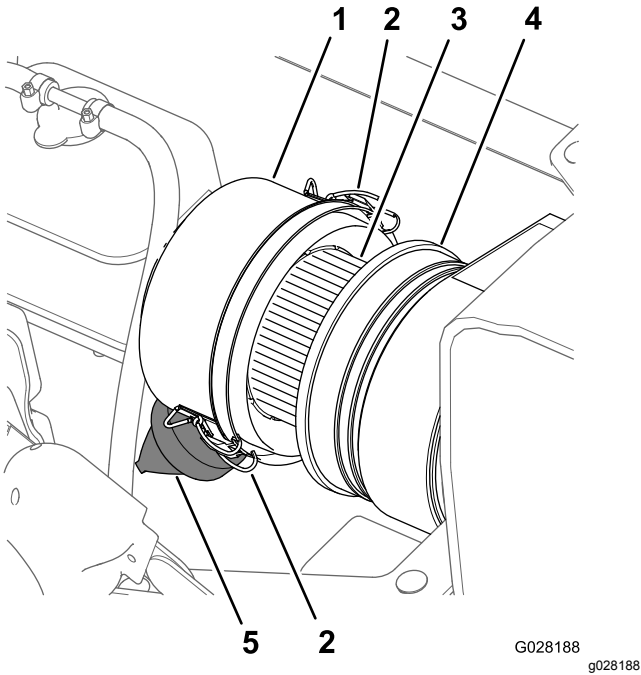
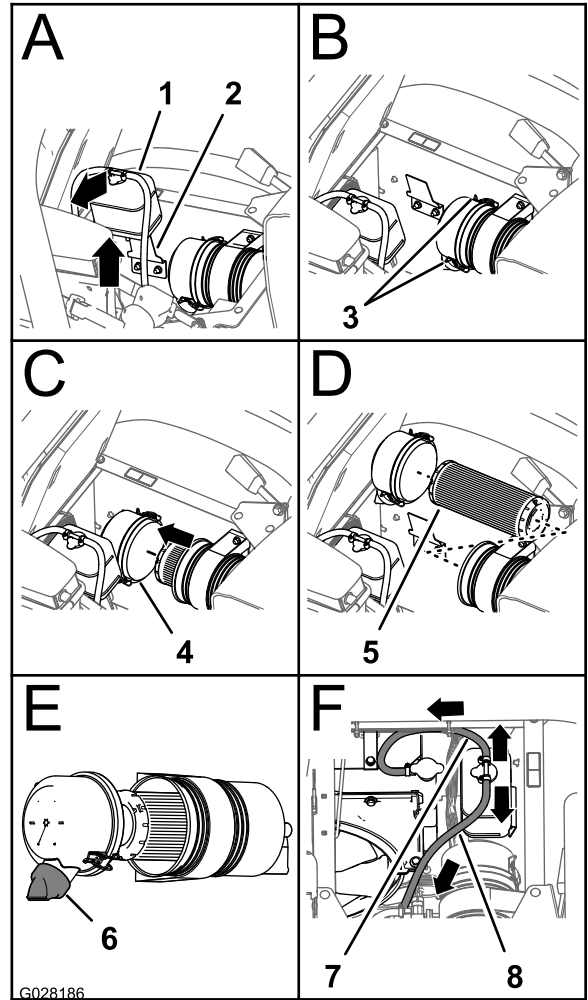

图49
图50
3. 擦拭干净防尘盖和空气滤清器壳体 图49。
4. 检查空气滤清器壳体是否存在可能导致空气泄漏的损坏 图49。
5. 挤压防尘阀清除污物、灰尘和杂物 图49。
7. 检查空气滤清器滤芯是否积聚了过多灰尘、污物和杂物 图49。
8. 将防尘盖安装到空气滤清器壳体上使用 2 个搭扣固定防尘盖 图49。
2. 擦拭干净防尘盖和空气滤清器壳体 图49。
3. 向上提起冷却液溢流罐并将其移离溢流罐支撑架 图50。
4. 松开将防尘盖固定至空气滤清器壳体的 2 个搭扣 图50。
6. 用湿抹布将防尘盖、空气滤清器壳体和防尘阀内部擦拭干净 图49 和 图50。
7. 将空气滤清器滤芯插入空气滤清器的壳体 图50。
- 将防尘盖安装到空气滤清器壳体上使用 2 个搭扣固定防尘盖 图50。
注意 确保从尾端看时防尘阀在 57 点钟位置是对齐的 图50。
- 将冷却液溢流罐与溢流罐支撑架对齐稳固放置溢流罐 图50。
重要事项 确保压力释放软管向前下方伸出溢流罐通风软管向后方伸出如 图50 所示。